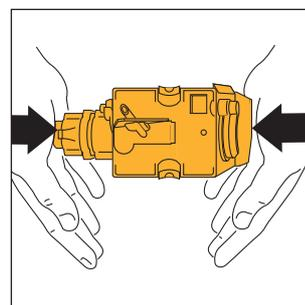

Fig.32
**NOTA 2 :** si l'infuseur est difficile à insérer, il faut (avant de l'insérer) l'amener à la bonne dimension en appuyez fort sur le bas et sur le haut en même temps (voir figure 32).